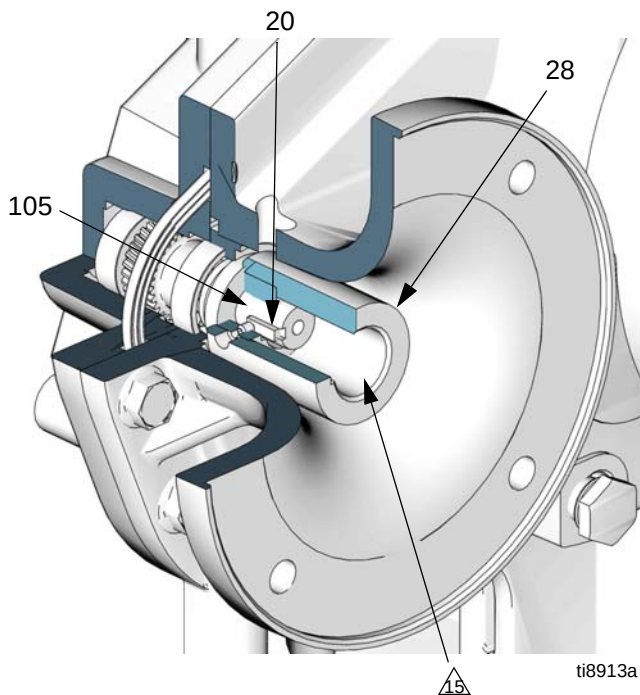

FIG. 10. Instalación del acoplador del motor
2. Consulte la FIG. 10. Arme la chaveta (20) en el chavetero del eje de entrada (105). Arme los dos tornillos de fijación (31) en el acoplador (28), cerciorándose de que ellos no invadan el chavetero o la cavidad del eje de entrada del acoplador.